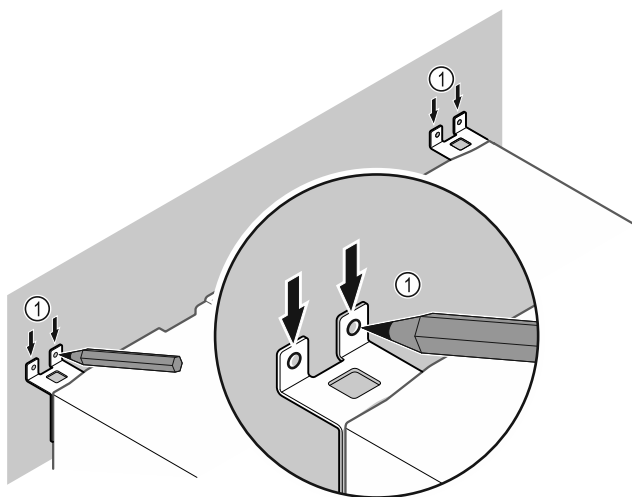

Fig. 13
- ▶ Vendosni shenjat në mur Fig. 13 (1).